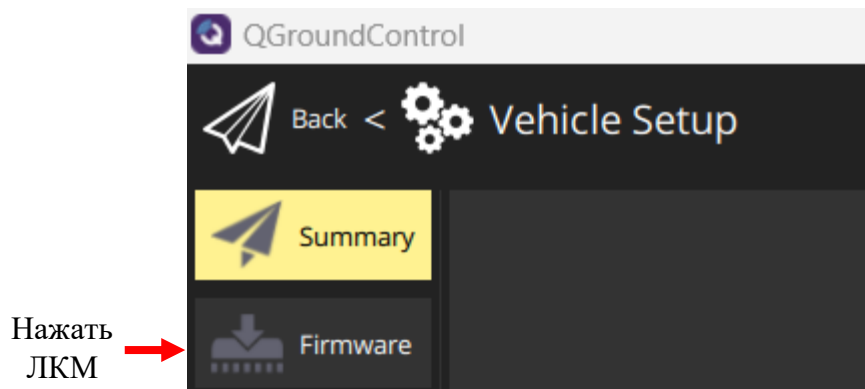

Рисунок 8 – Подготовка к прошивке (шаг 4)
6. В появившемся окне перейти в следующее окно настройки нажатием ЛКМ по клавише «Firmware» (рисунок 8).